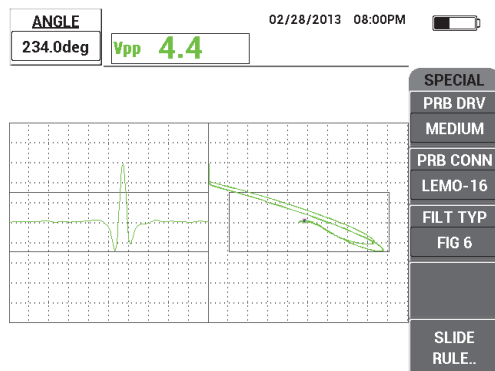

図 5-63 信号位相の調整
6. 位相キー () を押し、できる限り水平になり、ノッチの信号が上向きに位置するようにリフトオフ (プローブモーション) の位相を調整します (176 ページの図 5-63 を参照)。